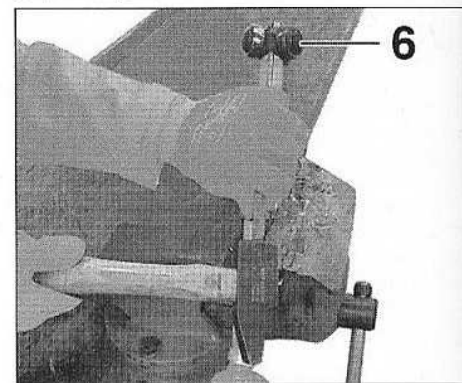

FIG.17
- le tripode (6) à l'aide d'un marteau et d'un chasse-goupille (Fig.17),